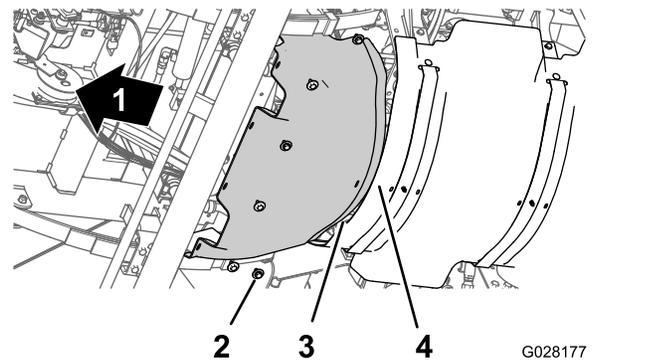

Figure 58
1. Alignez la bride arrière de l'écran pare-chaueur avant et la bride avant de l'écran pare-chaueur arrière (Figure 58).
2. Alignez les trous de l'écran pare-chaueur avant et les trous filetés du châssis (Figure 58).
3. Montez l'écran pare-chaueur avant sur la machine au moyen des 6 boulons à tête hexagonale et des 6 rondelles (Figure 58) retirés à l'opération 3 de Dépose de l'écran pare-chaueur avant \(page 53\).